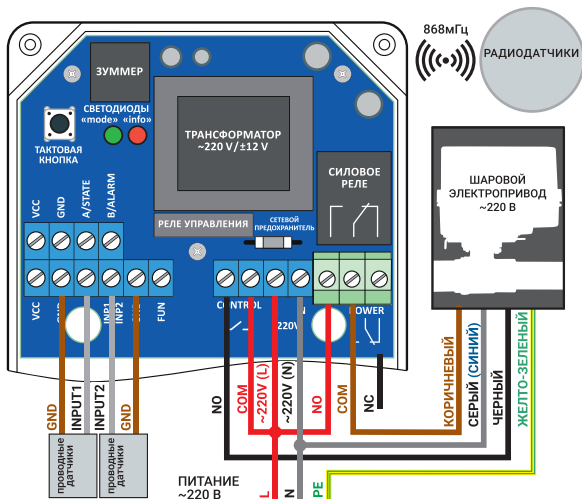

Рисунок 5 – Подключение шарового крана и проводных датчиков протечки воды
5.3 Проводные датчики протечки воды подключаются к клеммам: INP1 и GND — первая зона контроля, INP2 и GND — вторая зона контроля (рисунок 5).